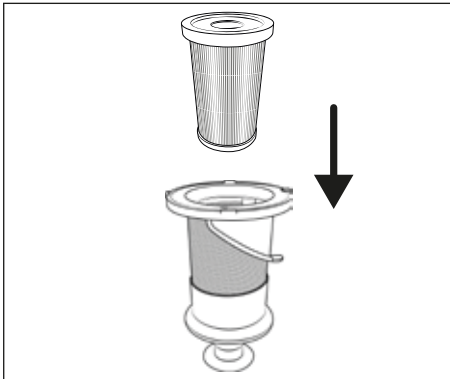

Fig. 22
- 7) Sæt HEPA-filteret **5** ind i filteret af rustfrit stål **6** (se fig. 22).